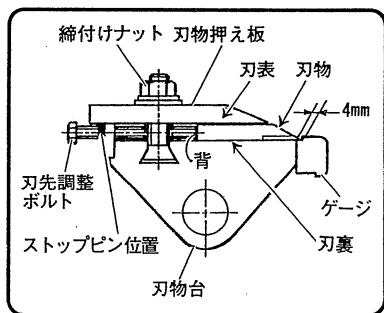

図 13
- (7) 刃物台を右側へ寄せ、締付けナット（図13参照）をゆるめ刃物を取りはずします。